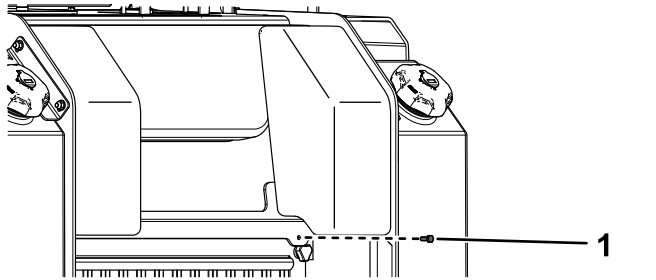

Figure 36
1. Retirez la fixation (Figure 36).
2. Soulevez le capot d'accès arrière et fixez la béquille pour accéder aux composants internes (Figure 36).